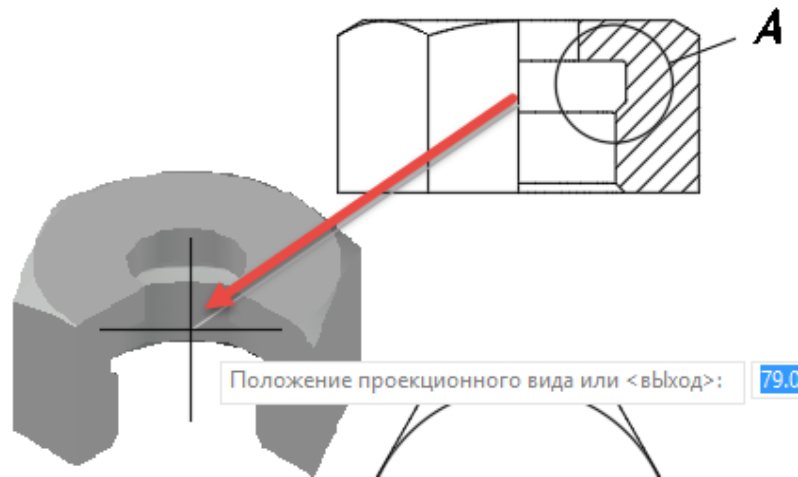

Рис. 3.24. Создание аксонометрической проекции
*Положение проекционного вида:* ведите мышью влево и вниз, добываясь расположения выреза, обращенного к наблюдателю (рис. 3.24), щелкните левой кнопкой мыши в поле чертежа, зафиксировав положение, затем нажмите клавишу **Enter**.